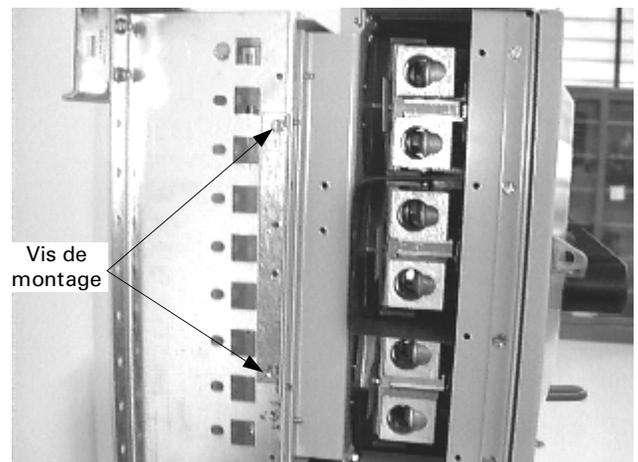

Figure 2. Montage de l'interrupteur au rail de l'intérieur.
- 2. Monter l'interrupteur.** Mettre l'interrupteur en position sur le rail de l'intérieur avec deux vis autotaraudeuses fournies, tel que montré à la Figure 2. Serrer les vis à 27 lb.-po.